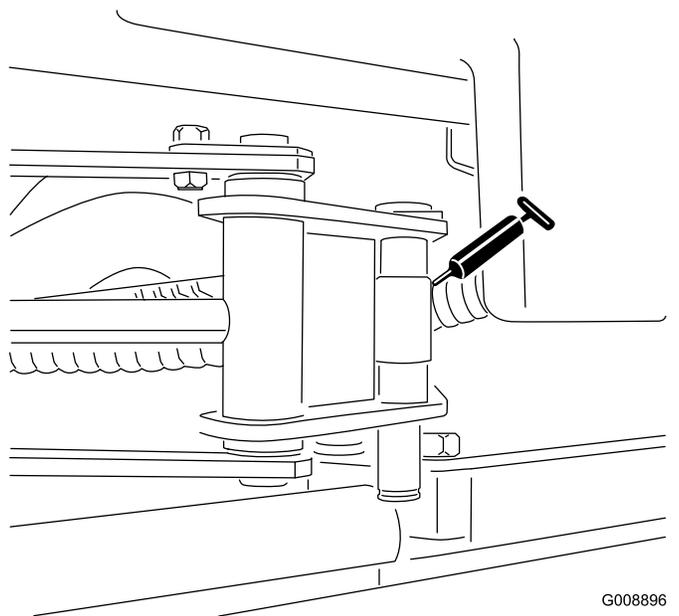

図 58
- サイドワインダーのシリンダ端部2ヶ所モデル 03171 のみ **図 58**